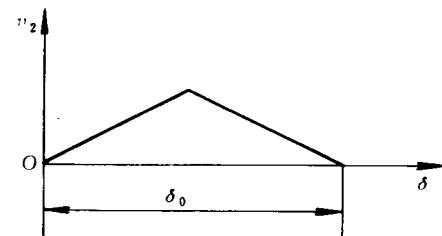

图 2-1
2. 图 2-1 为凸轮机构从动件升程的速度线图，该运动规律为何种运动规律？ ()